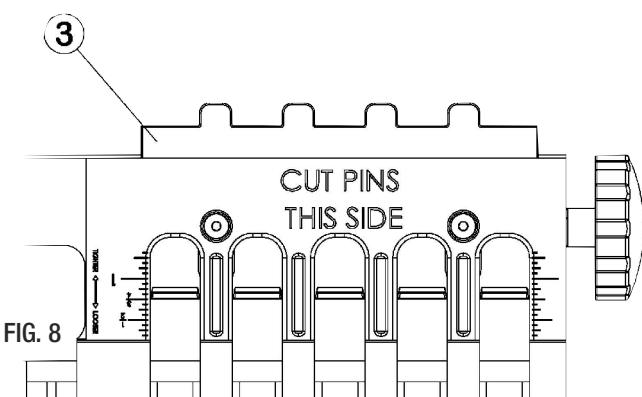

FIG. 8
4. Ahora que la fresadora ya está lista, necesita reajustar la profundidad de la placa de ajuste ③ para la longitud de las clavijas. (FIG. 8) Utilice el medidor de profundidad para establecer la longitud de las "CLAVIJAS". Esta debe ser igual al grosor de la madera utilizada para la tabla de "COLAS". (FIG. 9)
2. Haga una unión de prueba con madera de desecho para confirmar el encastre de la unión. Si las placas no se encastran fácilmente, la unión puede estar demasiado ajustada. Puede formar uniones más flojas o más apretadas seleccionando una profundidad de cuchilla más superficial o más profunda como se muestra en la FIG. 8.